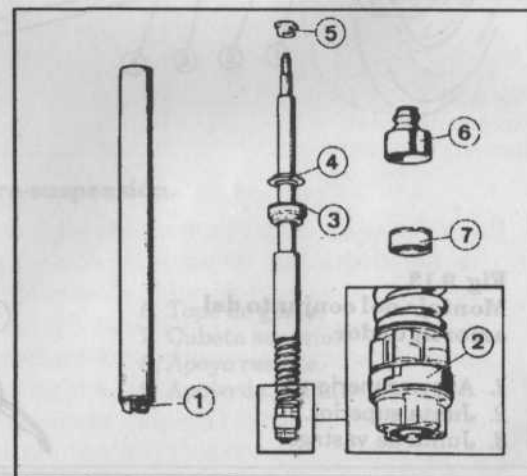

Fig. 9.11
- Prever el reemplazo de lo siguiente (Fig. 9.11):
- Una válvula de compensación ensamblada (1).
- Segmento o aro de hermeticidad (2).
- Junta tórica de apoyo (3).
- Junta de vástago (4).
- Tuerca superior de amortiguador (5).
- Protector de caucho (6).
- Tuerca cierre amortiguador (7).